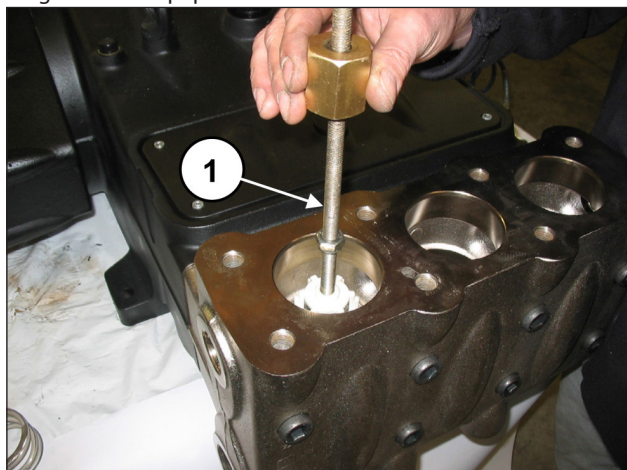

Fig. 103
Extraire l'ensemble de la soupape de refoulement à l'aide d'un extracteur à inertie (réf. 27516400) à appliquer sur le trou M10 du guide de soupape (rep. ①, Fig. 103) ou, en complément, un adaptateur M10-M16 (réf. 25089700) à fixer sur le filetage M16 du guide de soupape.